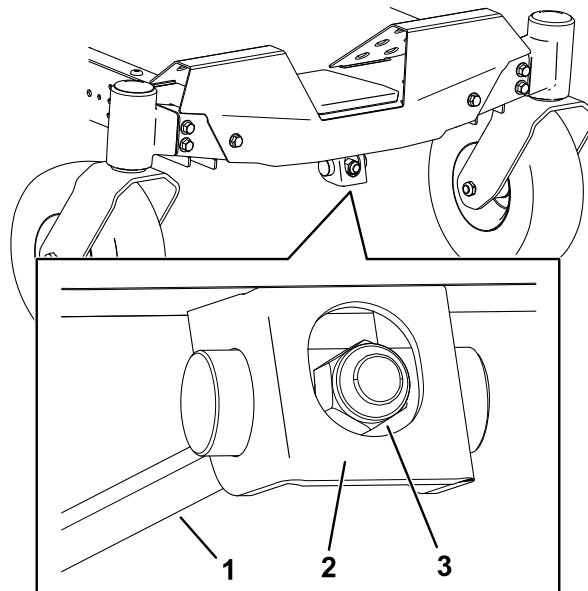

Figure 70
1. Tournez l'écrou de réglage à l'avant de la tondeuse (Figure 70).